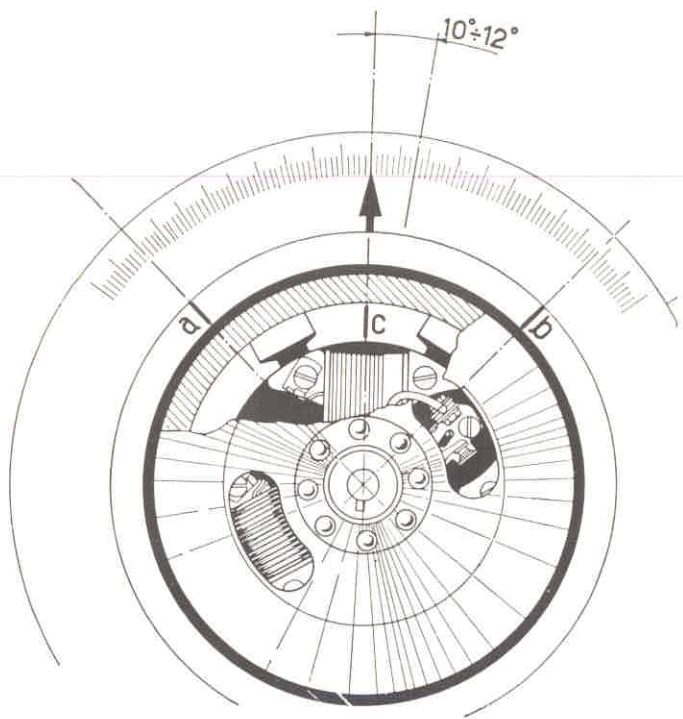

Fig. 22
1. - With normal flywheel overhauls (e. g. substitution or magnetization of the flywheel rotor, cam or coil substitution), using the **flywheel test bench**, the contact breaker points should start to open when the keyway on the cam passes the centre line of the H. T. coil, opposite to said keyway, by 10° to 12° (fig. 22).
1. - En las revisiones generales del volante (por ejemplo sustitución o magnetización rotor, sustitución excéntrica, sustitución bobinas) **si se dispone del banco de prueba**, los contactos del ruptor deben empezar a abrirse cuando la directriz de la ranura para chaveta sobrepasa la de la bobina de A. T. de $10^{\circ} \div 12^{\circ}$ fig. 22.
The dynastarter unites, in the whole, the function of a generator - dynamo and of a starter motor (fig. 22/3). The realization of such device is a direct consequence of the reversibility principle of the dynamo and particularly of the dynamo excited in parallel, that passes without difficulty from the one to the other way of operating, without changing the direction of rotation.
La dynastart reúne, en su conjunto, la función de generador y motor de arranque (fig. 22/3). La realización de dicho dispositivo es una directa consecuencia del principio de reversibilidad de la dynastart y en particular de la dinamo excitada en paralelo, la cual, pasa sin dificultad de uno a otro modo de obrar, sin cambiar el sentido de rotación. Durante el arranque la dynastart absorbe corriente de la batería y funciona como motor eléctrico; arrancado el motor y alcanzada cierta velocidad, la dynastart en vez funciona como una dinamo normal cargando la batería y alimentando la instalación eléctrica del vehículo.
If, when the engine is started, the key is released, the «series field» is shut out and the dynastarter works in the same conditions of a standard dynamo with parallel field (see fig. 22/1 and 22/2).